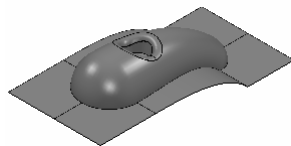

图 2-210 打开范例文件
2) 选择下拉菜单中的“文件”→“范例”命令，弹出“打开范例”对话框，选择“cowling.dgk”（“随书光盘:\第2章\exercise18\uncompleted\cowling.dgk”）文件，单击“打开”按钮即可，如图 2-210 所示。